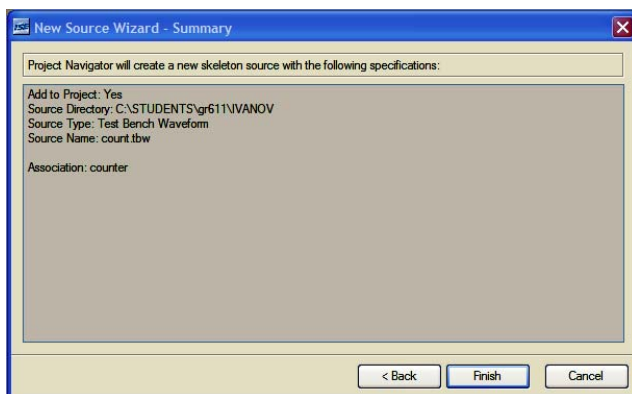

Рис. 17. Итоговое окно
6. Итоговое (*Summary*) окно (рис. 17) показывает, что источник добавлен к проекту. В этом окне отображается директория источника, его тип и имя. Щелкните *Finish*.